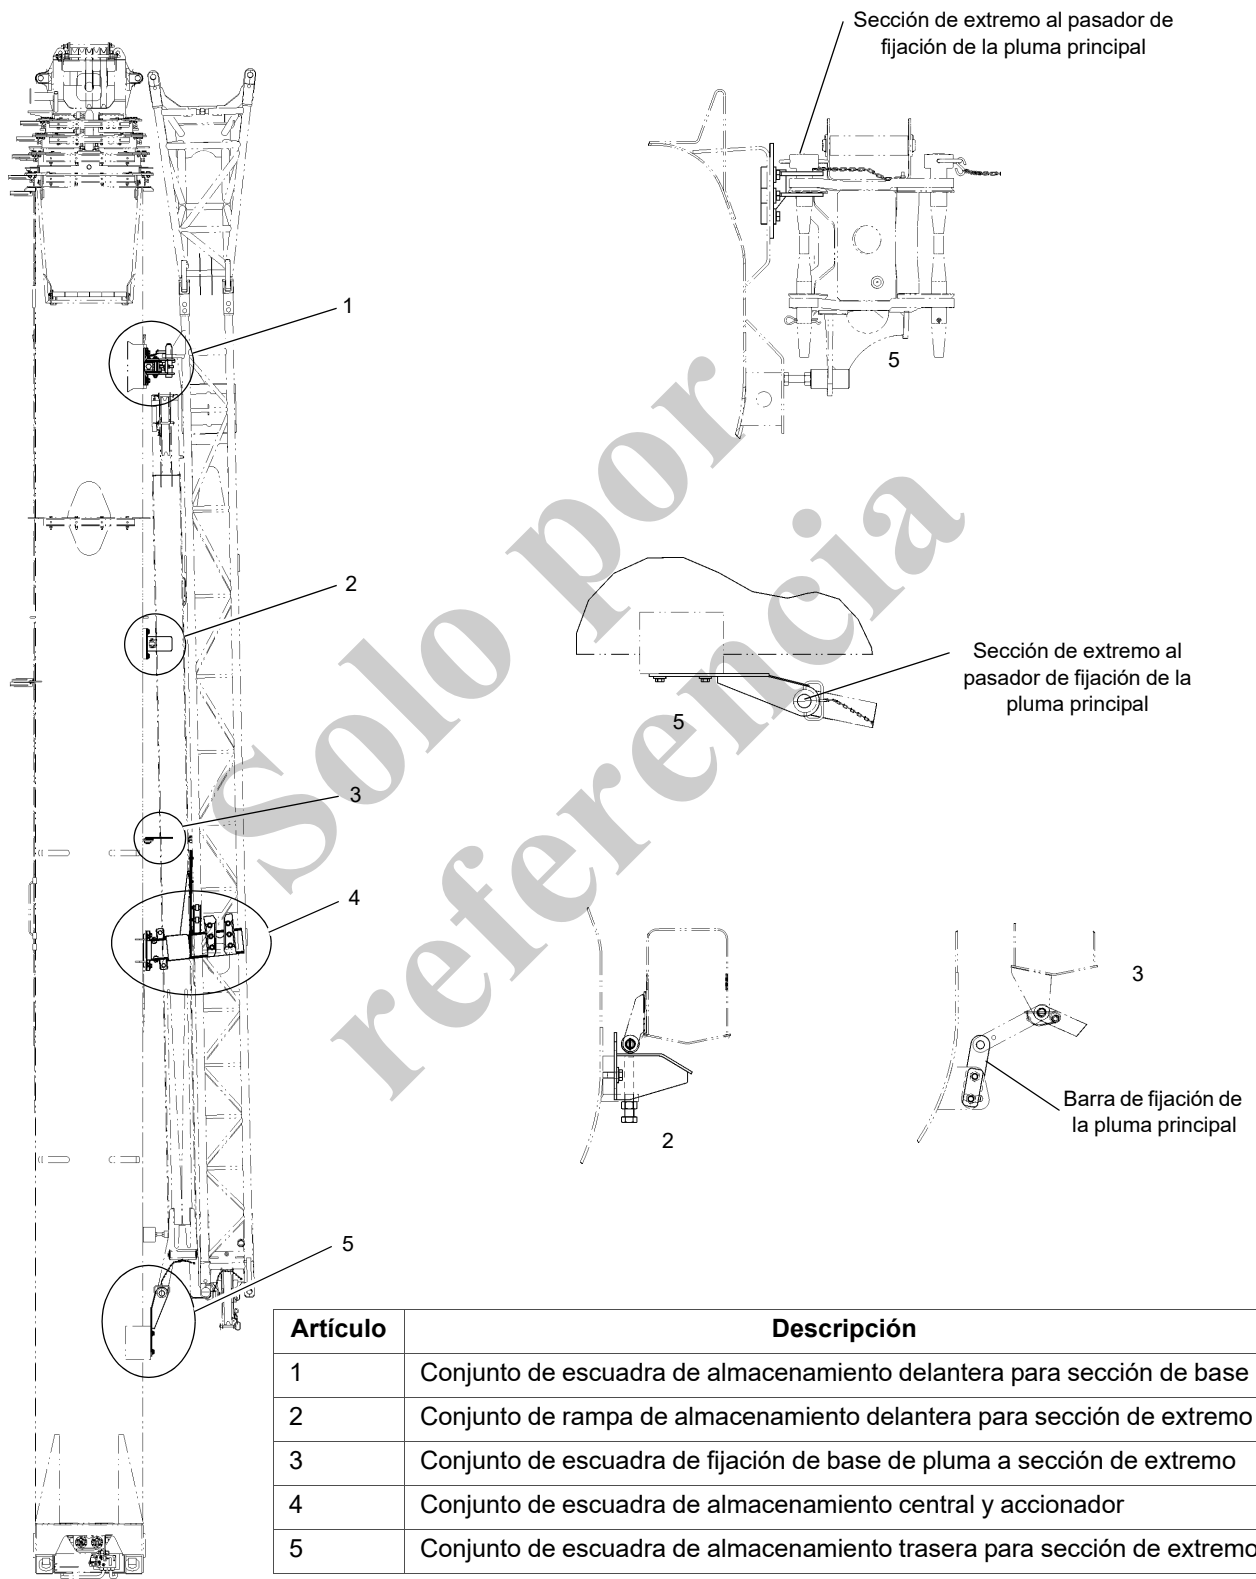
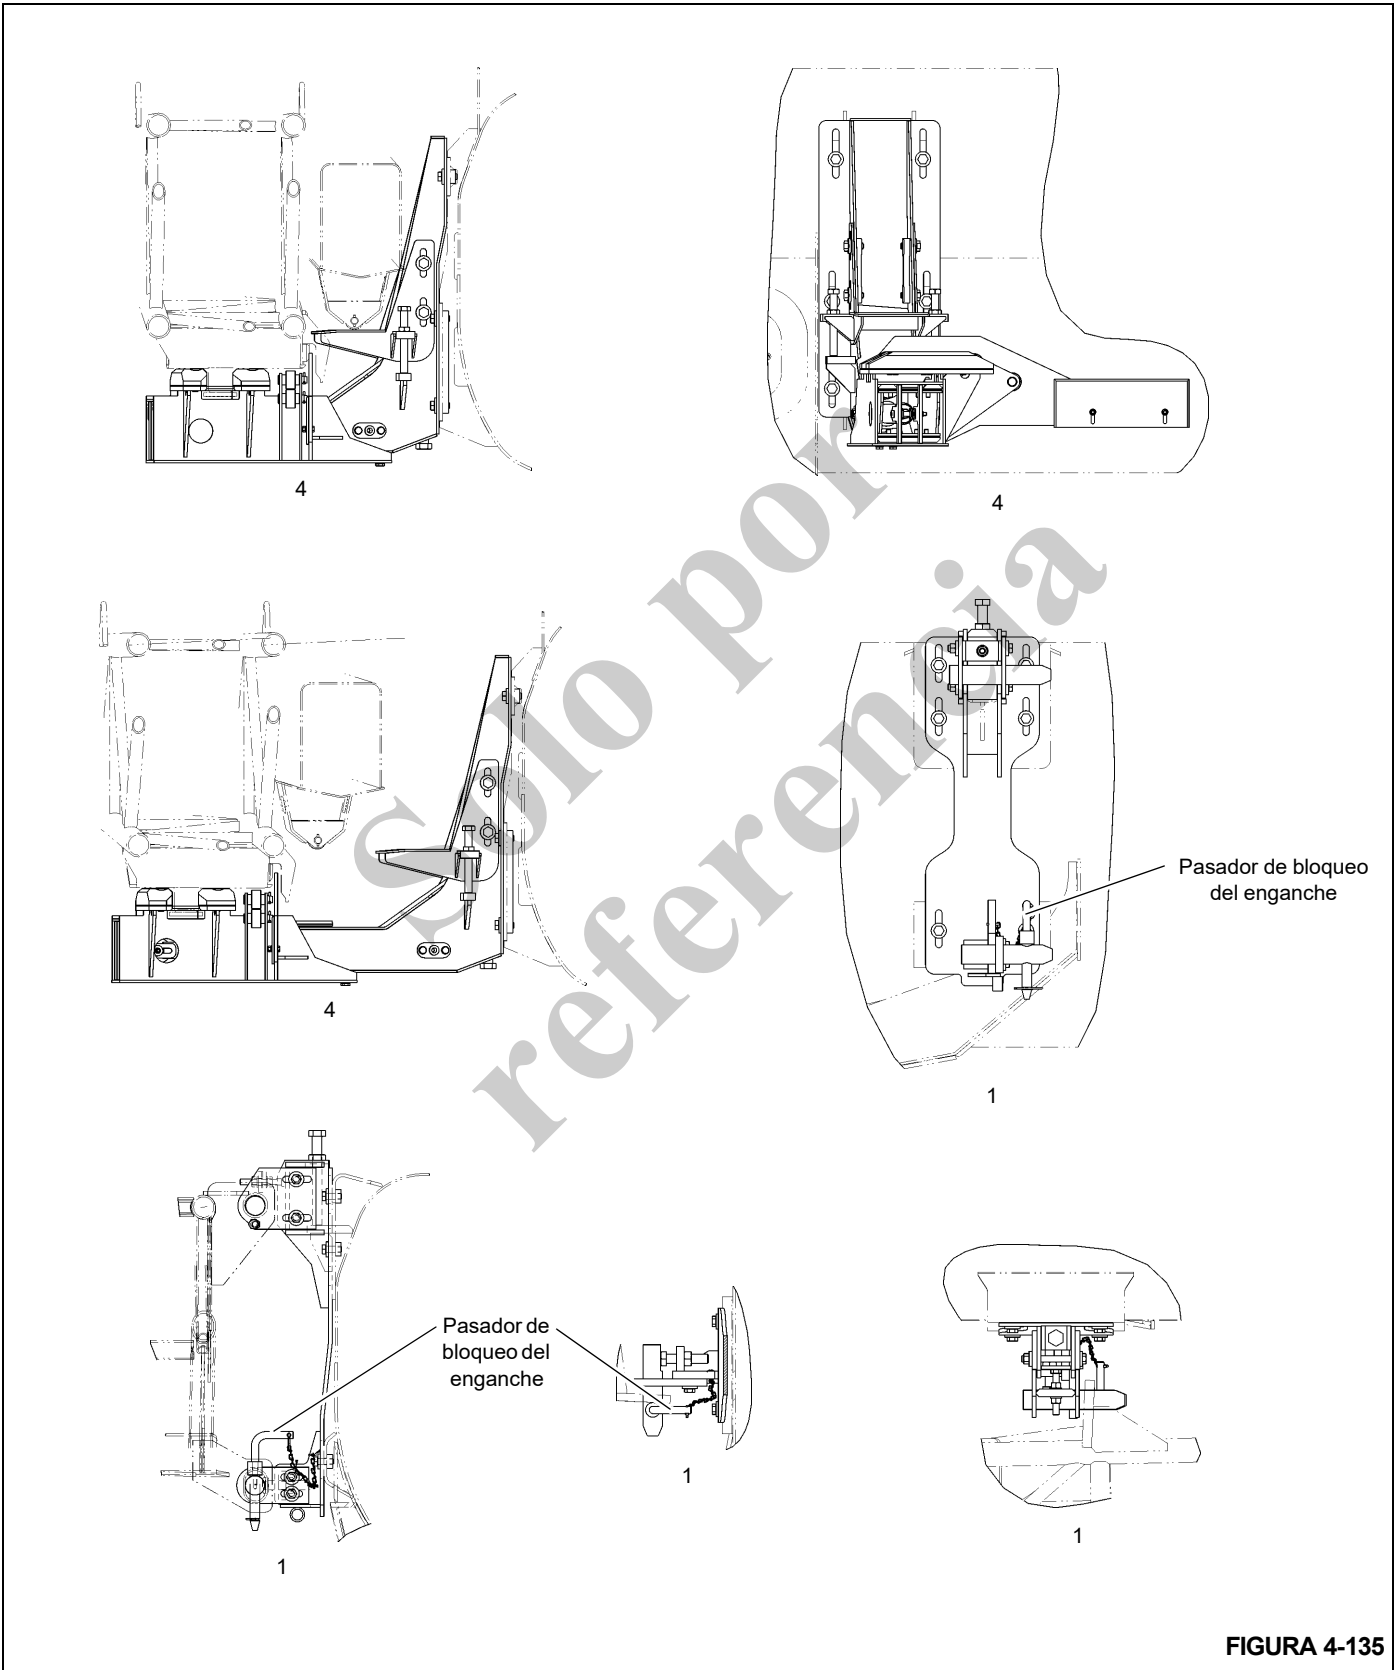

FIGURA 4-134
FIGURA 4-135
**NOTA:** Consulte la Figura 4-134 y la Figura 4-135.
5. Asegúrese de que el pasador de bloqueo que fija la sección de base a la escuadra de almacenamiento delantera (1) esté instalado.
7. Retire el pasador de fijación que fija la sección de extremo al conjunto de escuadra de almacenamiento trasera (5) en la pluma principal.